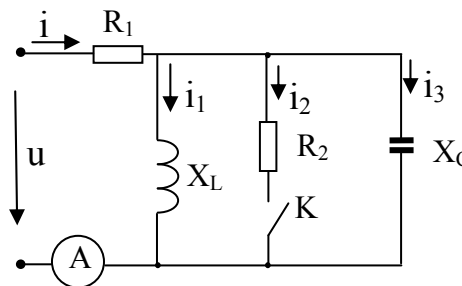

Рис. 2.5.19
2.5.19. Определить показание амперметра и токи в ветвях заданной схемы (рисунок 2.5.19) при разомкнутом и замкнутом ключе  $K$ , если  $R_1=10$  Ом,  $R_2=15$  Ом,  $X_L=X_C=24$  Ом, напряжение источника  $U=120$  В. Построить векторные диаграммы.